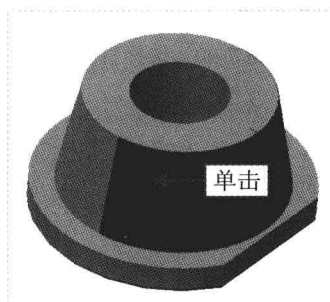

图 7-98 单击鼠标左键
Step 03 弹出“拔模斜度”对话框，在模型合适的表面上单击鼠标左键，如图 7-98 所示。